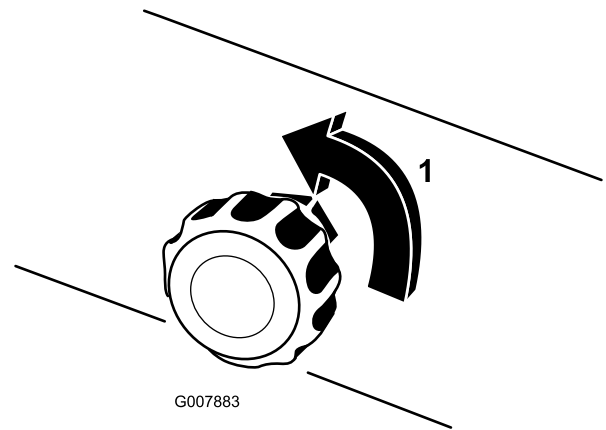

Figure 19
5. Pour le fonctionnement initial, ouvrez la valve de réglage de densité de 1/8 à 1/4 de tour dans le sens antihoraire (Figure 19).